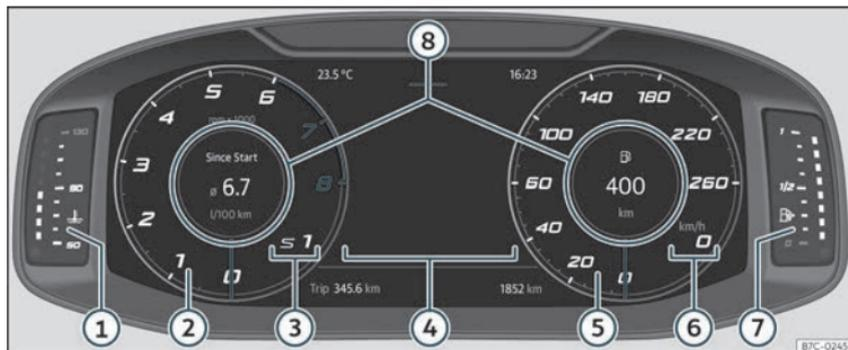

Fig. 57 Digital Cockpit sur le tableau de bord (vue classique).
Dans les vues **Classique** et **Navigation**, il est possible de personnaliser les informations qui apparaissent dans **Profils d'information** » fig. 57 ⑧.
Les aiguilles du compte-tours et du tachymètre sont affichées en entier»» fig. 57.